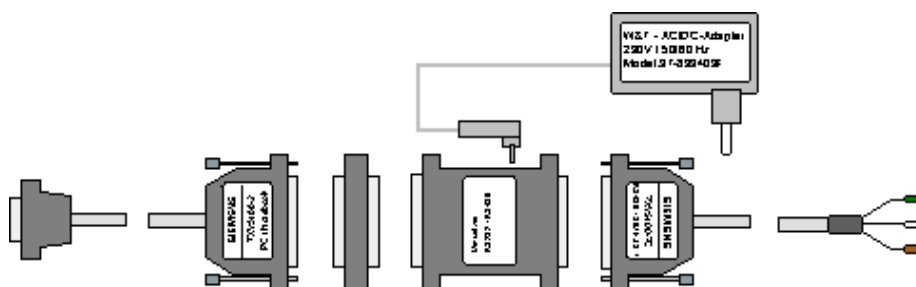

Bild 10-3 7KG6051-8EB und 7KG6051-8EC
- 7KG6051-8EB und 7KG6051-8EC (W&T / Bild 10-3)